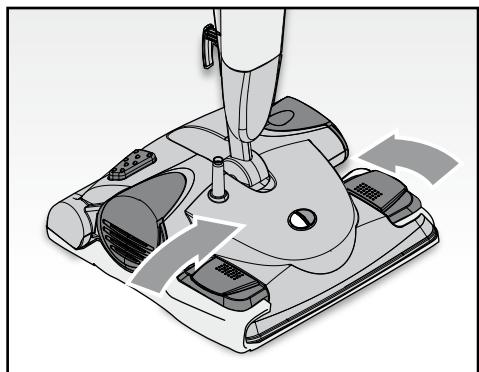

Fig. 8
- aprire le due pinze portapanno (P), posizionarvi i lembi laterali del panno (C) e richiuderle verso il basso (Fig. 8).